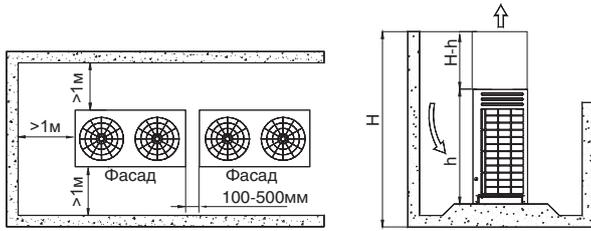

Рис. 4-12
- Если наружный блок расположен ниже окружающей преграды, то чтобы избежать отражения горячего воздуха от наружного блока и эффекта рециркуляции потока, необходимо дополнительно установить воздухонаправляющее устройство на верхнюю крышку наружного блока для отвода тепла. (См. Рис. 4-12). Высота воздухонаправляющего устройства производится на месте работ.